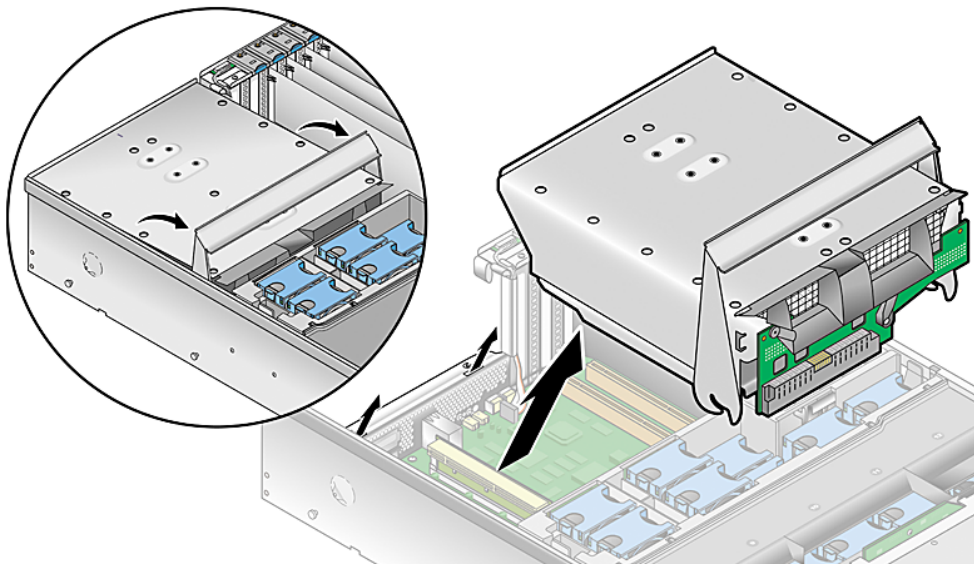

図 4-25 電源装置ケーシング構成部品の取り外し
- a. ケージ上部の金属製のハンドルをサーバーの正面方向に引きます。ヒンジ付きカムによってケージが持ち上げられ、マザーボードから切り離されます (図 4-25 を参照)。